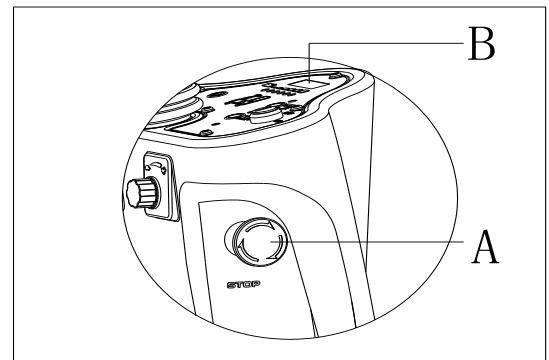

Abbildung 5
Falls es während des Maschinenbetriebs einen Notfall gibt, drücken Sie den Notschalter (A, Abbildung5), alle Funktionen der Maschine werden gestoppt, es gibt auf der Bedienfläche keine Anzeige (B, Abbildung5)
1. Stecken Sie den Schlüsselschalter (40) ein und drehen Sie auf „EIN“.
2. Drücken Sie das Pedal (6) mit dem Fuss nach vorne, um den Bürstenzusammenbau (11) vom Boden abzuheben.
3. Drehen Sie den Geschwindigkeit-Einstellungsknauf (42) bis zum Anschlag gegen den Uhrzeigersinn.
4. Stellen Sie die Bürste (A, Abbildung 5) oder Kissen (B, Abbildung 5) zentriert übereinstimmend mit dem Bürstendeck.
5. Drücken Sie das Pedal (6) mit dem Fuss rückwärts, um den Bürstenzusammenbau zu senken (11). Setzen Sie sich auf den Sitz, drücken Sie leicht auf die Bürstentaste (39) und das Pedal (23), die Bürste/das Kissen können automatisch zusammengestellt werden. Wiederholen Sie diese Schritte, bis die Bürste/Kissen eingebaut ist.
7. Drücken Sie das Pedal (6) mit dem Fuss nach vorne, um den Bürstenzusammenbau (11) vom Boden abzuheben, drücken Sie die Bürstenauswurf-taste (41), um den Ausbau automatisch zu beenden.